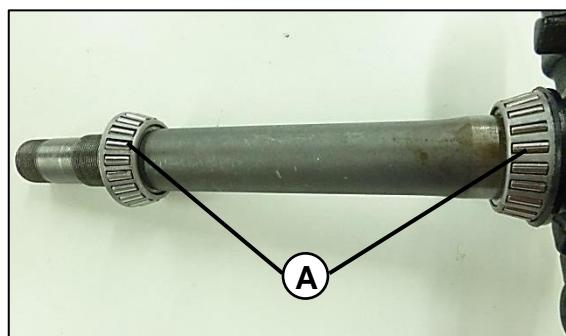

Fig. 17
Rodamiento superior e inferior (A) verifique el estado de las agujas y holgura en el momento de ensamble engrase muy bien. **Fig. 17**